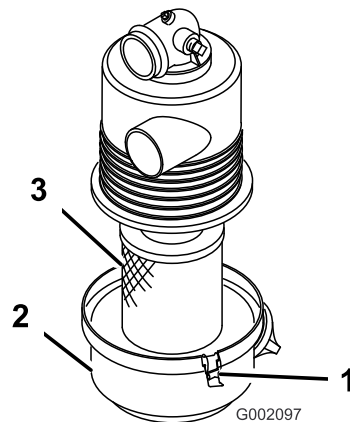

図 16
1. エアクリーナ本体にリーク原因となりそうな傷がないか点検する。本体とカバーがシールでしっかり密着しているのを確認してください 図 16。
2. エアフィルタのカバーをエアフィルタのハウジングに固定しているラッチを外す 図 16。
3. ボディーからカバーを外し、カバーの内部を清掃する 図 16。
3. エアフィルタのハウジングにELEMENTを取り付ける (図 16)。
4. エアクリーナのカバーとハウジングを合わせる (図 16)。
5. カバーをハウジングにラッチで固定する(図 16)。